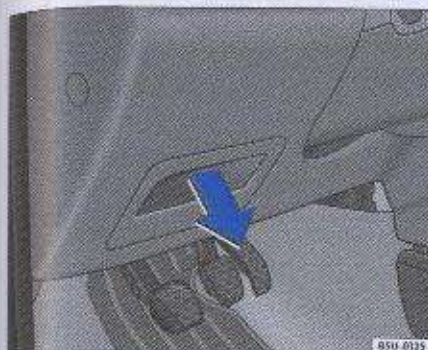

Fig. 132 Lado inferior izquierdo del tablero de instrumentos: caja de fusibles
- Retire el portaobjetos48) / tapa de la caja de fusibles → fig. 132 en el sentido de la flecha.